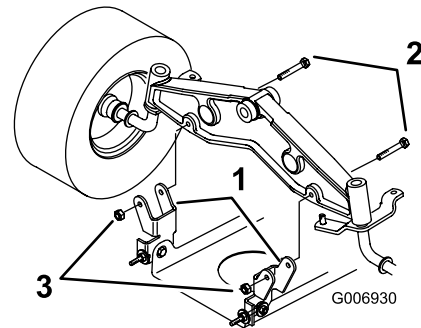

Figure 42
- Fixez les supports de pivots du plateau de coupe à l'essieu avant à l'aide des boulons et des contre-écrous (Figure 42).